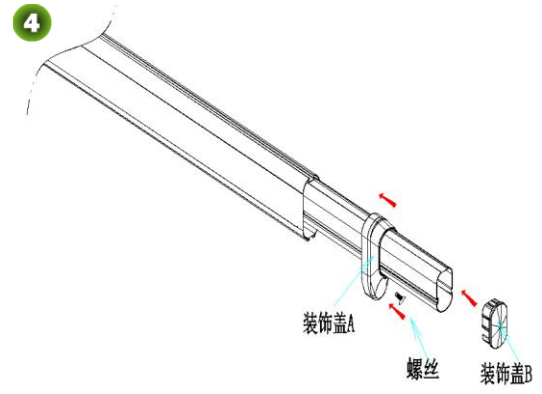

图 2-4D 装入装饰盖
- 5) 把装饰盖 A 套上伸缩杆, 用螺丝固定在伸缩杆固定片上, 最后把装饰盖 B 套在伸缩杆末端; 如图 2-4D;